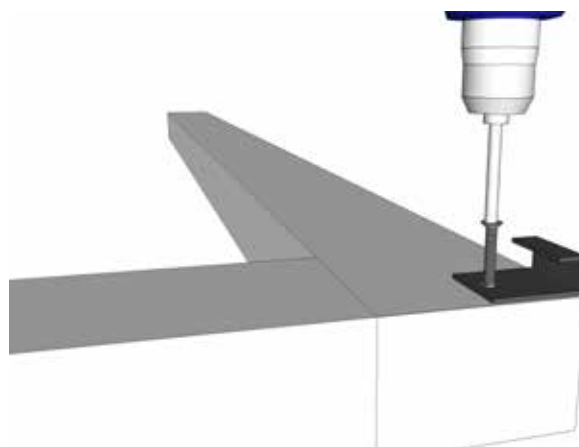

Figura 1
- 2 Después de ubicar la grapa, realiza un agujero previo e instala la primera grapa (HLPM-037) como se muestra en la Figura 1: